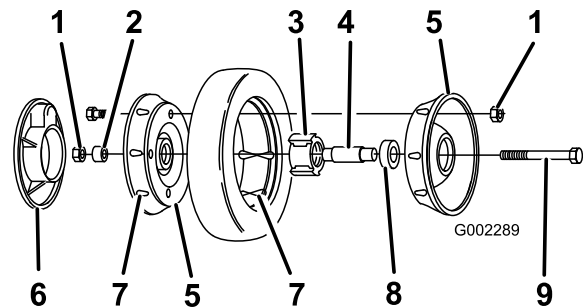

Figura 32
3. Retire el perno, el suplemento de la rueda y la contratuerca que monta la rueda al brazo de pivote (Figura 32).
4. Separe las mitades de la rueda del neumático retirando los 4 pernos y las 4 contratuercas (Figura 32).
Nota: Si retira los cojinetes del conjunto de cojinete/buje, retírelos apretando sobre el suplemento del cojinete (Figura 32).
1. Coloque el neumático en una mitad de rueda, alineando las orejetas en cada pieza (Figura 32).
2. Coloque el conjunto cojinete/buje en el hueco central de la mitad de la rueda. Asegúrese de que las patas del buje están posicionadas sobre la brida del hueco (Figura 32).
3. Coloque la otra mitad de la rueda sobre el conjunto cojinete/buje, alineando las orejetas de la rueda y del neumático y los taladros de montaje (Figura 32).
4. Usando 2 tornillos o pernos de rosca completa (1/4-20 x 1,50 pulg.) y tuercas no de freno, conecte sin apretar las dos mitades de la rueda. Monte los tornillos o pernos en taladros opuestos (Figura 32).
5. Compruebe la alineación de todas las piezas y apriete los pernos, alternando de uno a otro para que el encaje sea uniforme, hasta que las mitades de la rueda estén juntas (Figura 32).
6. Instale los 2 pernos y 2 contratuercas que retiró anteriormente en los taladros restantes de las mitades de la rueda, y apriételos. Retire los dos tornillos o pernos largos y sustitúyalos por 2 pernos y 2 contratuercas (Figura 32).
7. Instale la rueda en el brazo de pivote con los pernos, un suplemento y una contratuercas. Asegúrese de que el suplemento está colocado entre el buje de la rueda y el brazo de pivote (Figura 32).